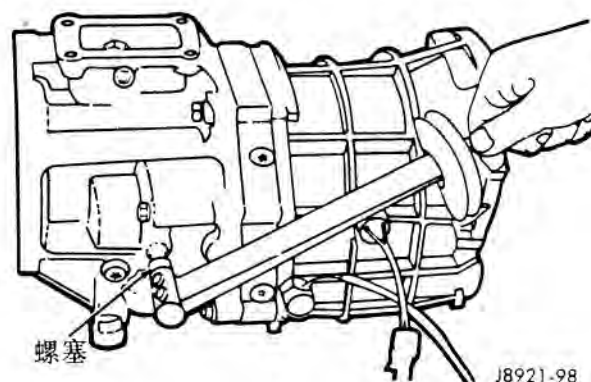

图 98 安装锁球螺塞
(10) 在换档杆室上安装锁球和弹簧。在锁球螺塞上涂密封剂并安装螺塞 (图 98)。用 19 牛·米 (14 磅英尺) 的扭矩紧固螺塞。